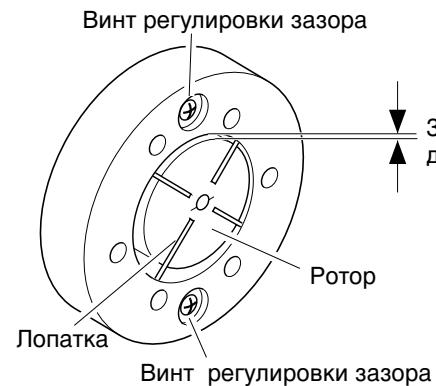

Рис. 27. Расположение винтов регулировки зазора
9. Проверьте зазор ротора. При необходимости отрегулируйте зазор на 0,076- 0,101 мм (0,003-0,004 дюйма) (см. рис. 27).